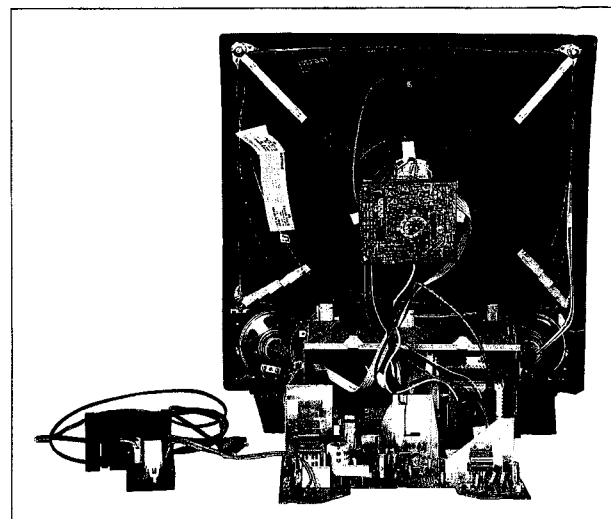

Abb. 1-2
6. Platine hinter dem Gerät auf ihre Füße stellen (siehe Abb. 1.2). Stecker 1921, 1922, 1923, 1924 und 1925 wieder anstecken.